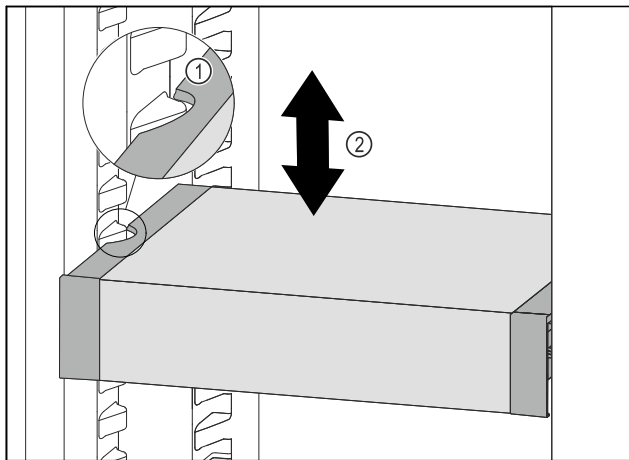

Fig. 185
- VarioSafe nach vorne ziehen, bis sich die seitlichen Aussparungen des VarioSafes auf Höhe der Behälterrippe im Kühlteil befinden. Fig. 185 (1)
- VarioSafe im Kühlteil nach oben oder unten bewegen, bis gewünschte Höhe erreicht ist. Fig. 185 (2)